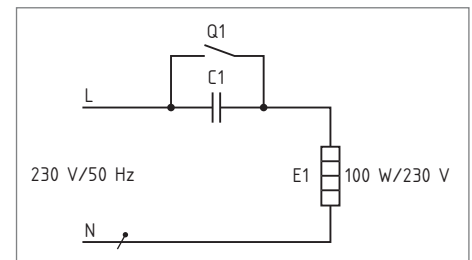

Bild 2: Heizwiderstand mit Kondensator
7. Ein 100-W-Heizwiderstand R_{E1} am Wechselspannungsnetz 230 V/50 Hz soll zur Energieeinsparung zeitweise nur mit halber Bemessungsleistung P_{50} betrieben werden. Anstelle eines ohmschen Vorwiderstandes soll dazu ein Kondensator C1 eingesetzt werden (**Bild 2**). Berechnen Sie **a)** die Kapazität C_1 des Kondensators, **b)** den Wirkfaktor $\cos \varphi$ und **c)** den Wirkungsgrad η der Schaltung, wenn der Heizwiderstand 50 W abgibt.